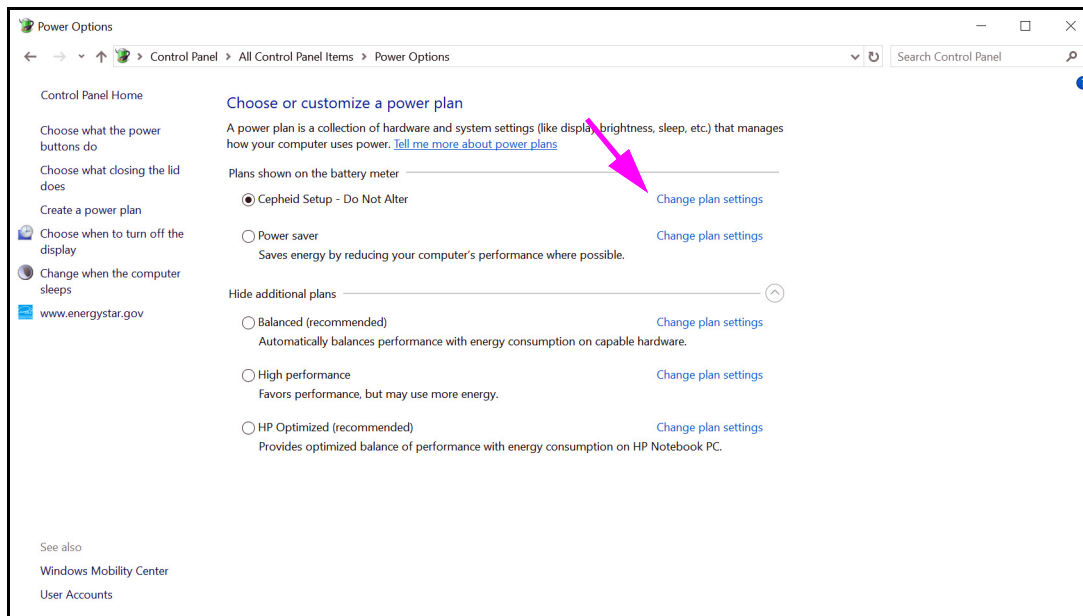
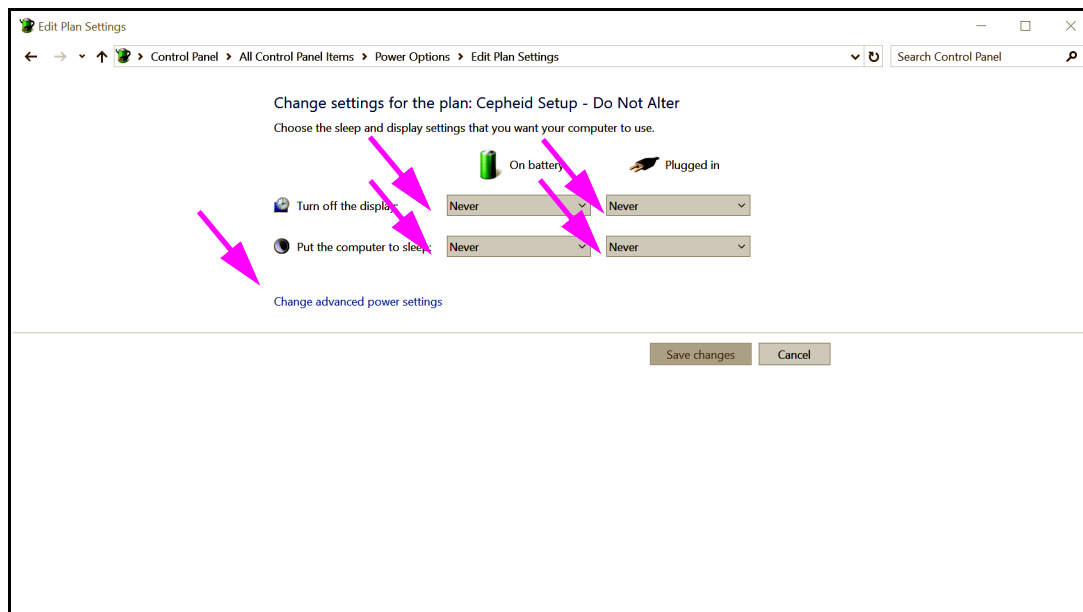
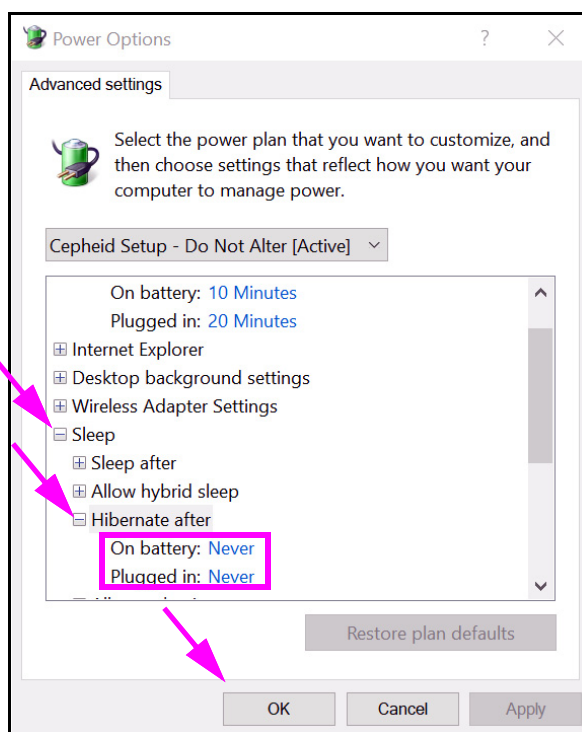
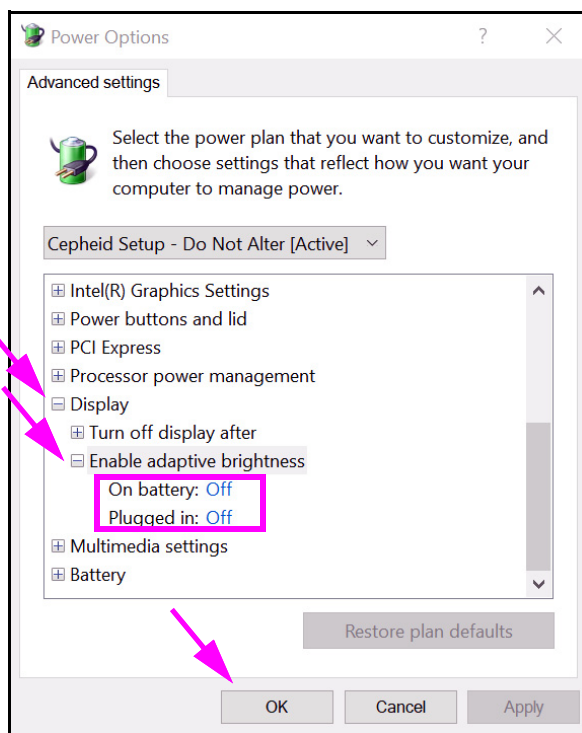

Figura 2-25. Fereastra Opțiuni de alimentare
Figura 2-26. Fereastra Editare setări de plan
Figura 2-27. Opțiuni de alimentare - fereastra Setări complexe (Repaus)
Figura 2-28. Opțiuni de alimentare - fereastra Setări complexe (Afișaj)
3. În secțiunea **Configurare Cepheid - nu modificați (Cepheid Setup - Do not alter)**, faceți clic pe **Modificare setări de plan (Change plan settings)**. Consultați Figura 2-25. Apare fereastra Editare setări de plan (Edit Plan Settings). Consultați Figura 2-26.
4. Asigurați-vă că funcțiile **Oprăți afișajul (Turn off the display)** și **Treceți computerul în modul inactiv (Put the computer to sleep)** sunt setate pe **Niciodată (Never)** pentru ambele opțiuni **Pe baterie (On battery)** și **Conectat la priză (Plugged in)**. De asemenea, asigurați-vă că glisorul funcției **Reglare luminozitate pentru plan (Adjust plan brightness)** este setat la setarea cea mai luminoasă. Consultați Figura 2-26.
5. Faceți clic pe **Modificare setări de alimentare complexe (Change advanced power settings)** (consultați Figura 2-26). Apare fereastra Setări complexe pentru opțiunile de alimentare (Power Options Advanced Settings). Consultați Figura 2-27.
6. În fereastra Setări complexe pentru opțiunile de alimentare (Power Options Advanced Settings), faceți dublu clic pe **Repaus (Sleep)** pentru a extinde vizualizarea, apoi faceți dublu-clic pe **Hibernare după (Hibernate after)**. Consultați Figura 2-27.
- A. **Computere desktop:** Verificați dacă valoarea **Setare (Setting)** este setată pe zero (0) sau **Niciodată (Never)**. În caz contrar, modificați valoarea **Setare (Setting)** la zero (0) sau **Niciodată (Never)**.
- B. **Doar laptopuri:** Verificați dacă valorile **Pe baterie (On battery)** și **Conectat la priză (Plugged in)** sunt setate pe **Niciodată (Never)**. În caz contrar, faceți clic pe **Pe baterie (On battery)** și/sau **Conectat la priză (Plugged in)**, apoi utilizați tastele săgeată sus/jos pentru a seta valorile la zero (0) pentru opțiunea selectabilă.
7. În fereastra Setări complexe pentru opțiunile de alimentare (Power Options Advanced Settings), faceți dublu clic pe **Afișaj (Display)** pentru a extinde vizualizarea, apoi faceți dublu -clic pe **Activare luminozitate adaptivă (Enable adaptive brightness)**. Consultați Figura 2-28.
11. **Doar laptopuri:** Faceți clic pe **Anulare (Cancel)** pentru a închide fereastra Editare setări de plan (Edit Plan Settings). Apare fereastra Opțiuni de alimentare (Power Options) (consultați Figura 2-25).